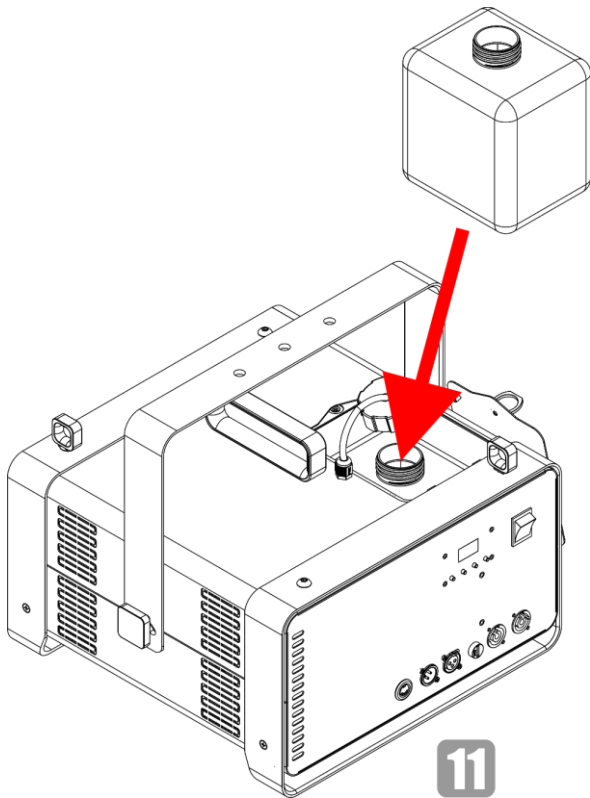

Fig. 29
- 11) Vuelva a colocar el depósito de fluido en el dispositivo como se indica en la Fig. 29.